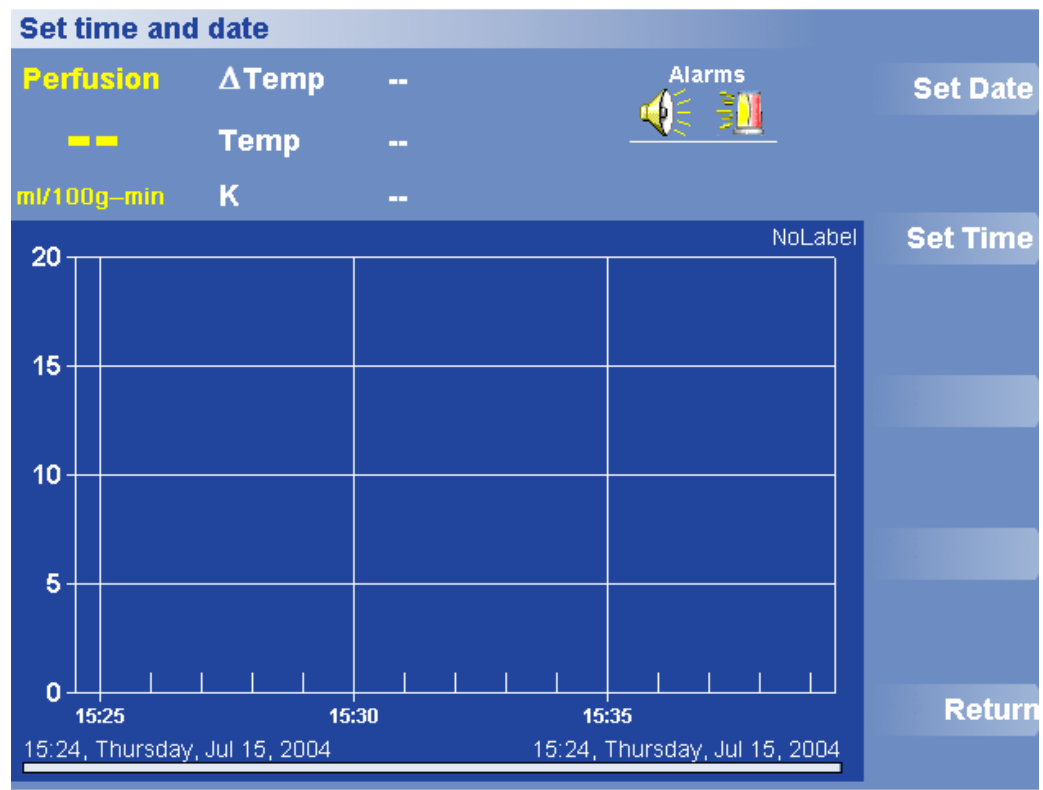

Figura 42. Menu Data/Hora
Prima Set Date/Time (Definir Data/Hora) no terceiro menu de opções, para aceder ao menu Data/Hora (Figura 42).
2. Prima Definir Data/Hora. Aparece o menu Data/Hora (Figura 42).